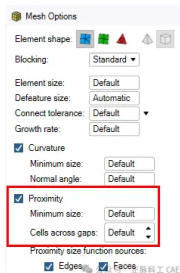

图8 狭长特征控制
(5) 【Proximity】狭长特征控制，可对窄边等狭长区域进行网格加密，如图8所示，可通过最小单元尺寸、单元间隙和控制几何对象类型进行局部网格加密。